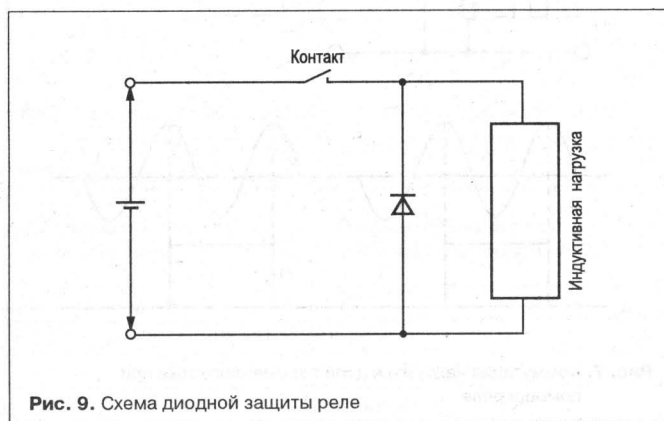

Рис. 9. Схема диодной защиты реле
- плюсовая шина питания может быть замкнута на шасси (рис. 9) и это относится к реле всех типов;
Диодная защита применяется только на постоянном токе (рис. 9). При этом диод включают параллельно обмотке реле, и он поглощает энергию, накопленную в обмотке реле. Ток самоиндукции, протекая через диод, рассеивается на активном сопротивлении обмотки реле в виде тепла. Такая схема еще больше увеличивает время отпускания по сравнению со схемой с защитной RC-цепью (оно увеличивается в 2...5 раз по сравнению с его паспортной величиной).